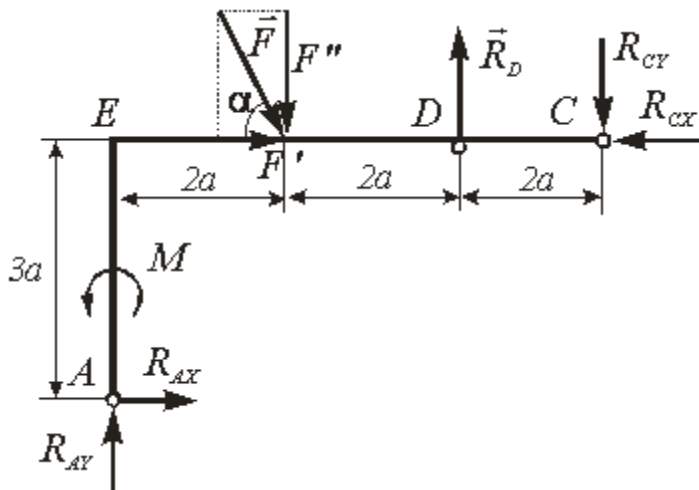

Рис. 27
2. Теперь рассмотрим равновесие угольника (рис. 27).
**Ответ:**  $R_{Ax} = -3,08$  кН,  $R_{Ay} = 18,685$  кН,  $R_D = 6,645$  кН,  $R_B = 30,8$  кН,  $R_{Cx} = 1,92$  кН,  $R_{Cy} = 16,67$  кН. Знаки указывают, что сила реакции  $\vec{R}_{Ax}$  направлена противоположно показанной на рис. 27.